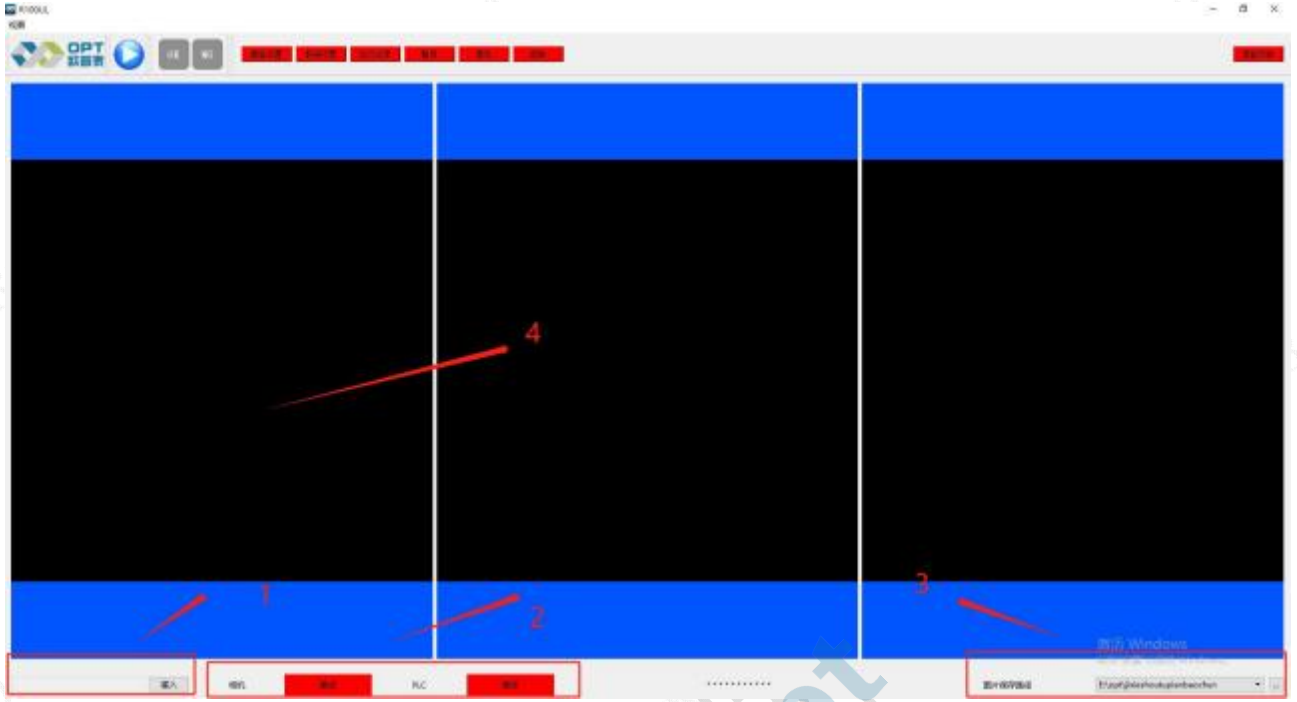

图 3-5
- 图 3-5 中，1 号所示区域为扫码区域，目前均为默认生成条码